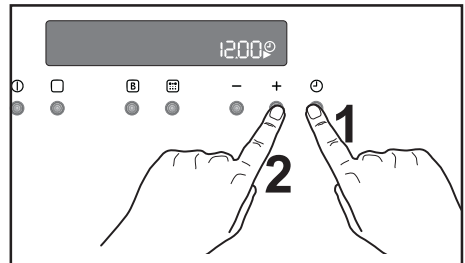

Abb. 1
- a) Drücken Sie die Taste  und stellen Sie, während das Symbol  blinkt, die Uhrzeit mit den Tasten “-” oder “+” ein (Abb. 1). Der Uhrzeitpfeil  wird etwa 5 Sekunden nach der genauen Zeitanzeige ausgeblendet.